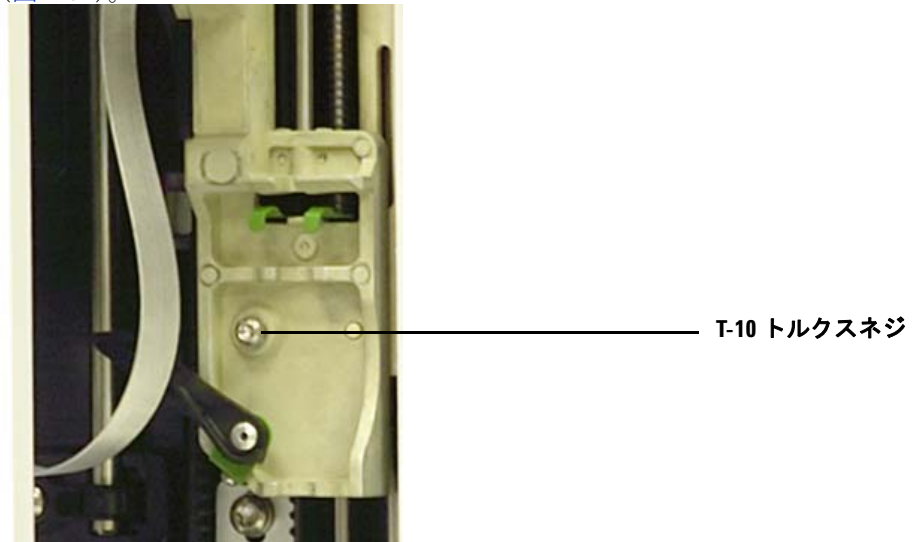

図 101 T-10 トルクスネジを取り外す
- 6 シリンジ掛け金の上の T-10 トルクスネジを完全に緩めて、取り外します (図 101)。